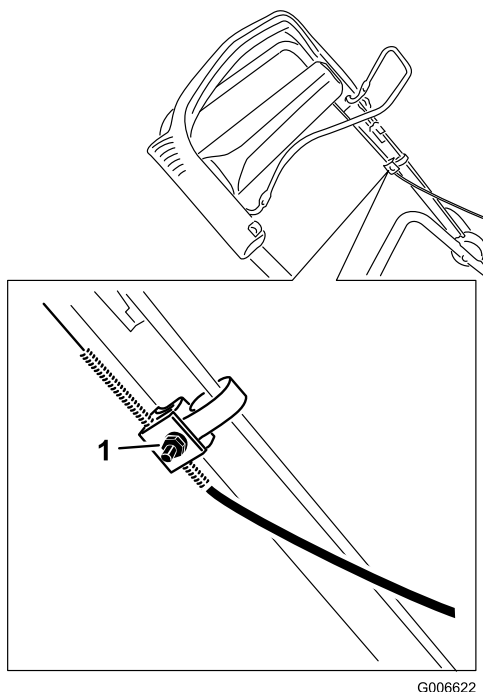

Figura 26
1. Allentate il dado sul serrafilo per cavi (Figura 26).